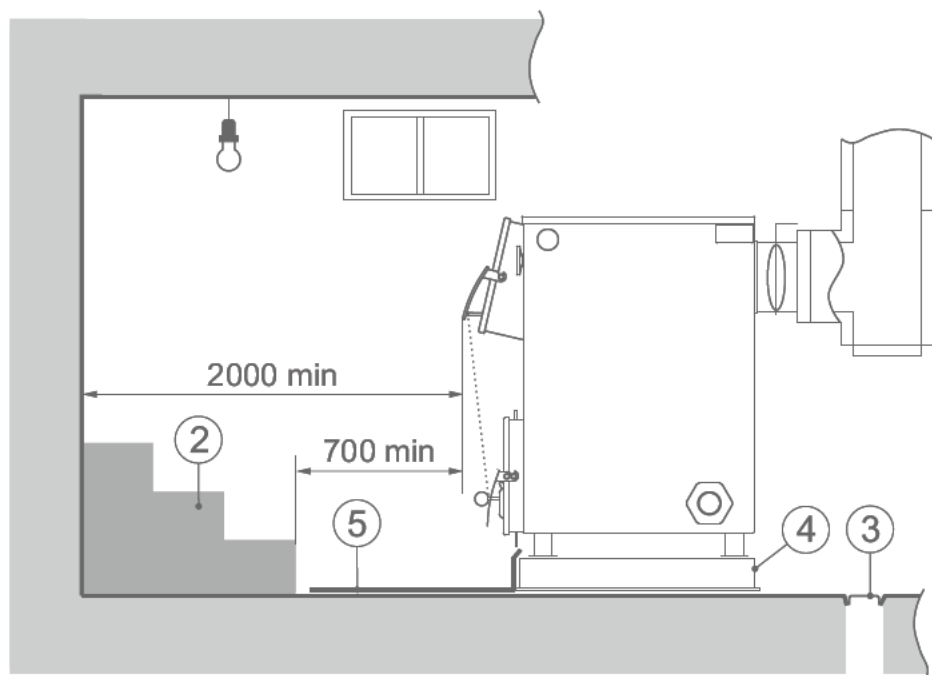

Рис. 4. Схема расположения котла в помещении (размеры в мм)
Расстояние от фронта котла или выступающих частей топки до противоположной стены котельной должно составлять не менее 2 м (см. рис.4) хранить запасы твердого топлива (1) не более, чем для одной смены работы котла. При этом ширина свободных проходов вдоль фронта котла должна быть не менее 1,5 м, а установленное оборудование и топливо не должны мешать обслуживанию котла.